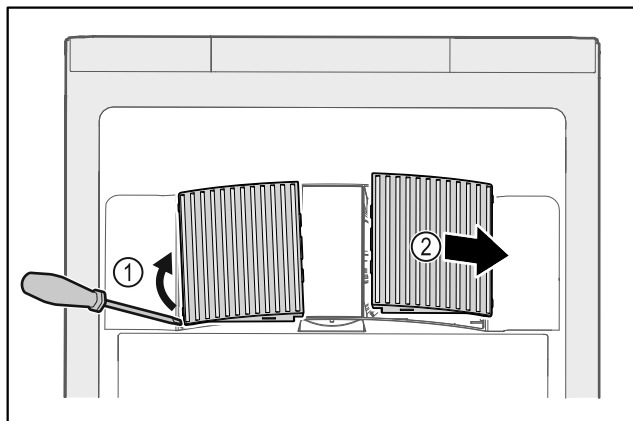

Fig. 144
- ▶ Abrir cuidadosamente las cubiertas del ventilador haciendo palanca por un lado Fig. 144 (1) y retirarlas hacia delante Fig. 144 (2).